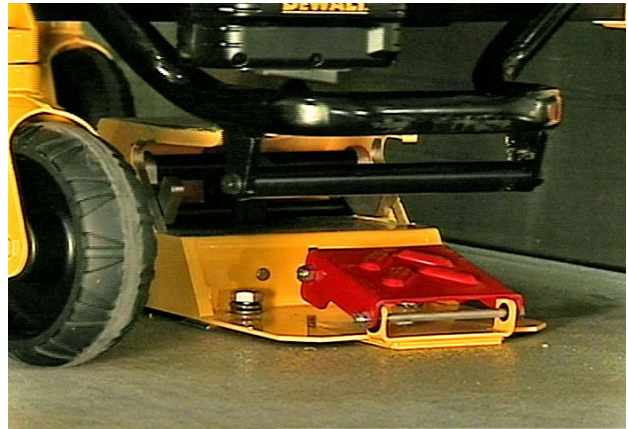

Abbildung 14 - Pedal vollständig gedrückt
1. Bevor versucht wird, die Trage in der Befestigung einrasten zu lassen, sicherstellen, dass das Pedal vollständig gedrückt und die Trage komplett abgesenkt ist, wie in Abbildung 14 dargestellt.